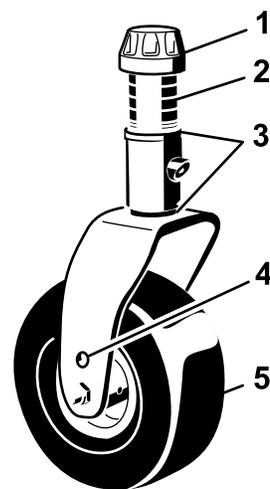

Рисунок 22
5. Снимите колпачковую гайку с вала шпинделя и извлеките шпиндель из рычага поворотного колеса (Рисунок 22).